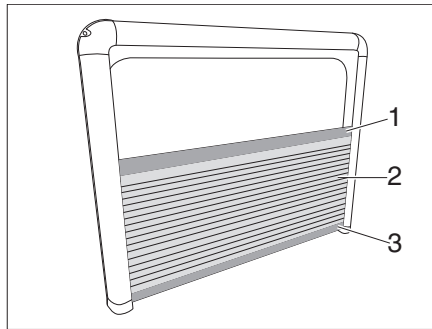

Bild 79 Rollo, plissiert
- Verdunklungsrollo (Bild 79,2) an der oberen Leiste (Bild 79,1) nach oben ziehen und untere Leiste (Bild 79,3) nach unten schieben.
- Obere Leiste (Bild 79,1) nach unten schieben. Das geöffnete Fenster ist durch das Insektenschutzgitter geschützt.
- Untere Leiste (Bild 79,3) nach oben schieben. Das geöffnete Fenster ist nicht durch das Insektenschutzgitter geschützt.